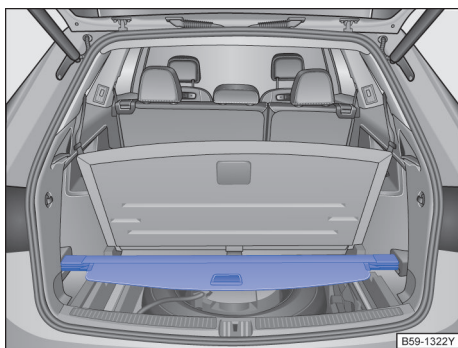

图 190 行李厢地板下方：存放行李厢盖板
- 将拆卸下来的行李厢盖板放置在侧边托架的前部凹槽上→图 190。